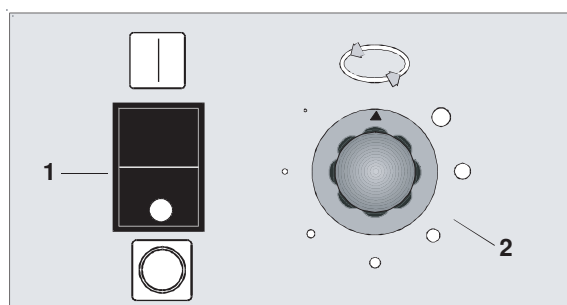

Fig.5
2. Accendere la macchina portando l'interruttore generale (1, fig. 5) su I.
- Portare l'interruttore generale (1, fig. 5) in posizione I.
- Per disinserire la macchina premere l'interruttore di disinserimento generale (1, fig. 5). Si spengono tutti i led rossi sul pannello di comando e la spia verde dell'interruttore.